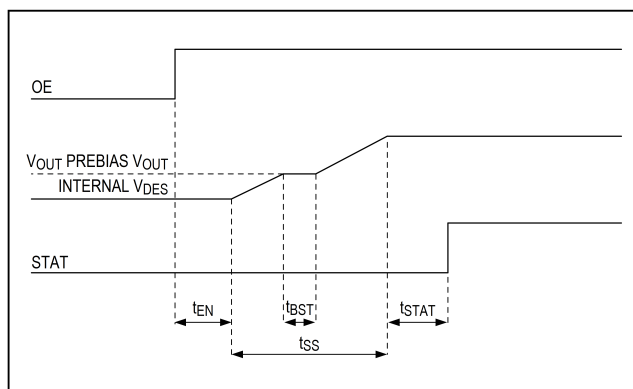

図 1. スタートアップのタイミング
スタートアップ・シーケンスを 図 1 に示します。OE ピンが VOE(H) スレッシュホールドを上回ると、制御回路はバイアス回路、アナログ・ブロック、およびその他の回路が適切な状態安定できるよう、300µs の tEN 時間だけ待機してからレギュレーションを開始します。